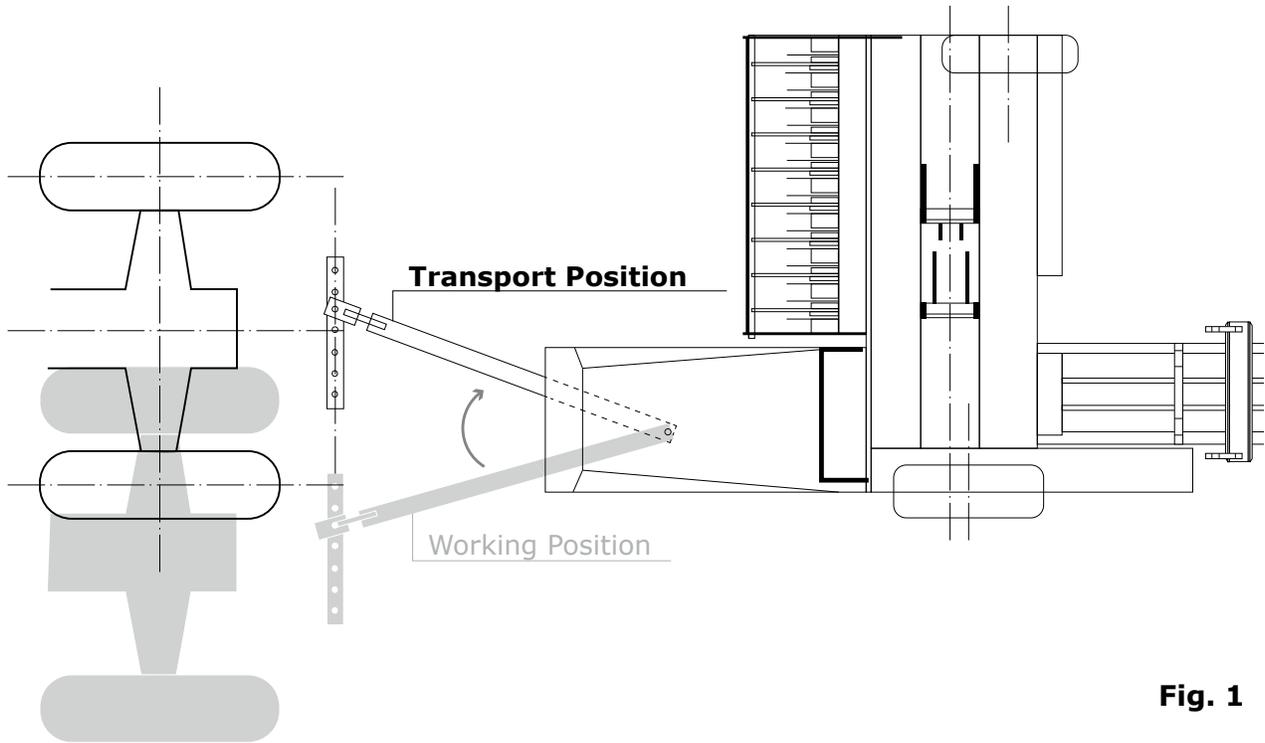

Fig. 1
- Mueva el eje cardán de la empacadora a la posición correcta para remolque en la calle, como se muestra en la siguiente figura (imagen 1) y asegúrelo con el cerrojo específico;